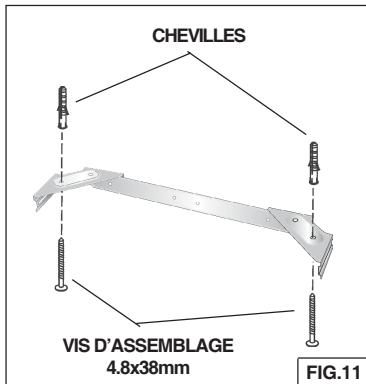

FIG.11
3. Fixez l'assemblage du support au plafond au moyen de deux (2) vis de montage de 4.8x38mm et des chevilles (Fig. 11). Vérifiez que le support est enfoncé dans le mur adjacent et qu'il est centré au-dessus de la hotte.